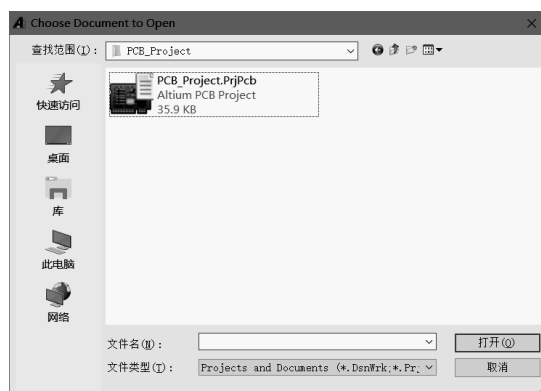

图 1-2-5 Choose Document to Open 对话框
(2) 工程打开与关闭。要打开一个已经存在的工程只需执行菜单命令 File → Open Project 或单击 No Document Tools 工具栏上的 Open Any Existing Document 按钮或利用【Ctrl】+【O】组合键即可调出 Choose Document to Open 对话框，如图 1-2-5 所示。在该对话框中选择需要打开的工程文件，单击【打开】按钮即可打开工程。
(3) 打开文件。执行菜单命令 **File** → **Open** 或单击 **No Document Tools** 工具栏上的 **Open Any Existing Document** 按钮或利用 **【Ctrl】+【O】** 组合键即可调出 **Choose Document to Open** 对话框，如图 1-2-5 所示，选择需要打开的文件，单击 **【打开】** 按钮即可。